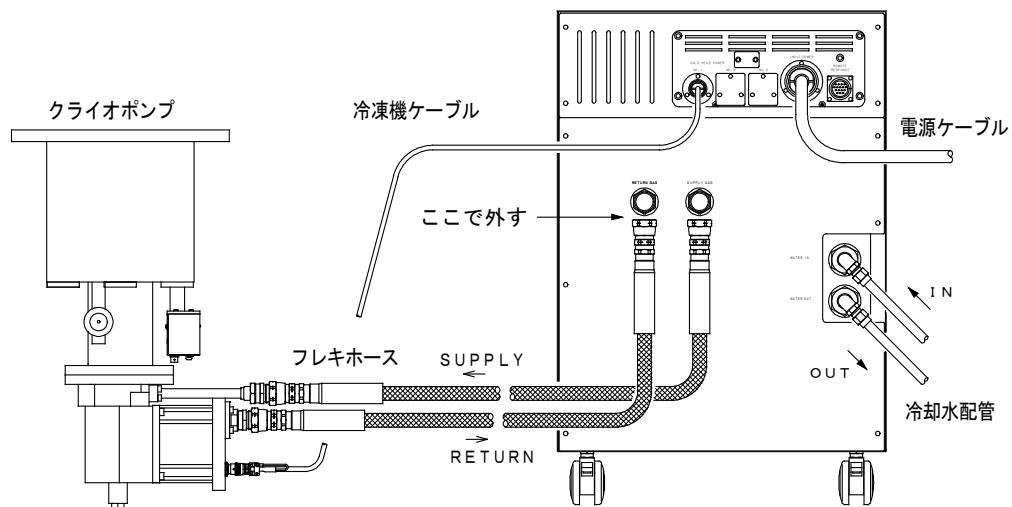

図 8-2 フレキホースの切り離し
3. 停止したらすぐに、コンプレッサユニット側の SUPPLY、RETURNのフレキホースをはずしてください（図8-2）。